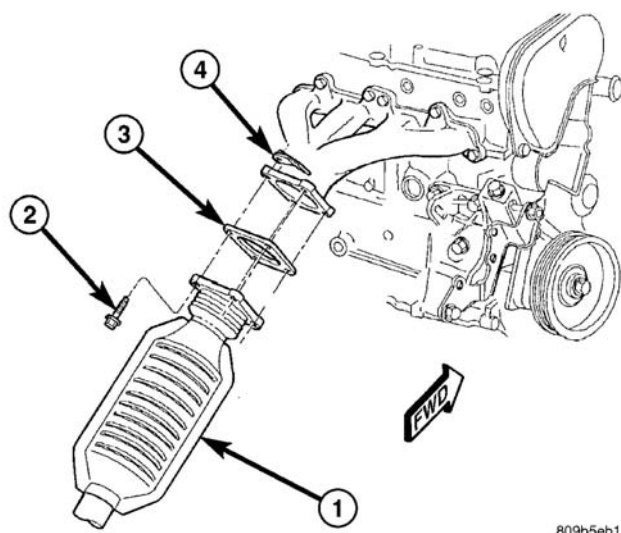

图7 催化转换器至排气歧管
（21）将排气管自歧管断开（图 7）。
(3) 卸下安全带。
(4) 缓慢升起车辆，其高度应足够撤出下发动机托架和托车专门工具 6135 和 6710 即可。
(5) 安装后支座支架和后支座贯穿螺栓。（参见 9-发动机/发动机支座/后支座-安装）
(6) 安装弹装板至扭矩转换器螺栓。
(7) 安装结构套管。（参见 9-发动机/发动机体/结构盖-安装）
(8) 安装前支座支架和前支座贯穿螺栓。（参见 9-发动机/发动机支座/前支座-安装）
(9) 将排气系统连接至歧管（图 7）。